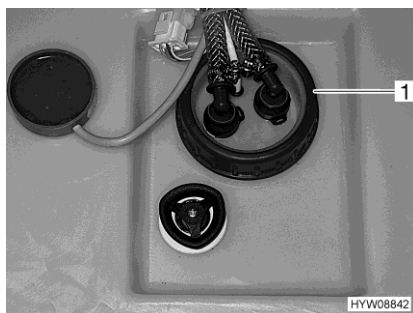

Bild 140 Rengöringsöppning (vattentank)
- Tag av vattentankens lock (Bild 140,1).